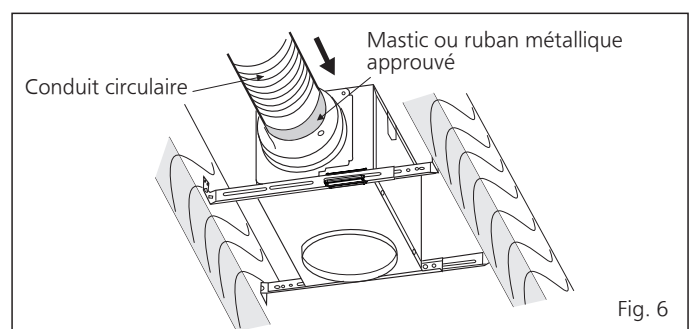

Fig. 6
10. Installez un conduit circulaire et fixez-le avec des pinces ou des attaches, et scellez-le avec du mastic ou du ruban métallique approuvé. Un conduit circulaire de 4 ou 6 pouces est requis pour se connecter à la partie appropriée de l'adaptateur. (Voir Fig. 6)